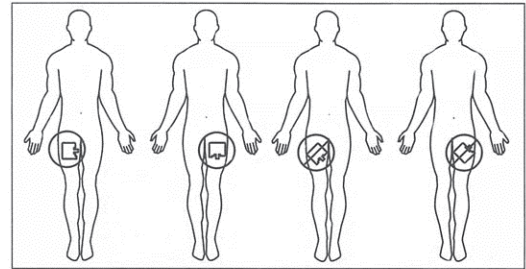

図1
1. 対極板の貼付部位は、手術部位に近く通電性の良い部位（大腿部前面等）を選択する。腕または脚部に使用する場合は、図1 ○印の様に身体に対して縦向きもしくは横向きに貼付